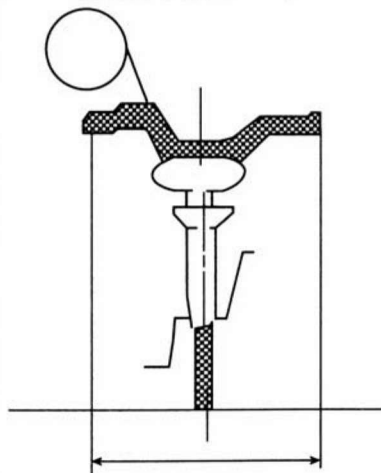

图 1-5 摩托车的宽
(3) 宽: 平行于纵向中心平面  $Y$  且分别与车辆两侧(后视镜除外)相接触的两平面间的距离, 如图 1-5 所示, 单位为  $\text{mm}$ 。